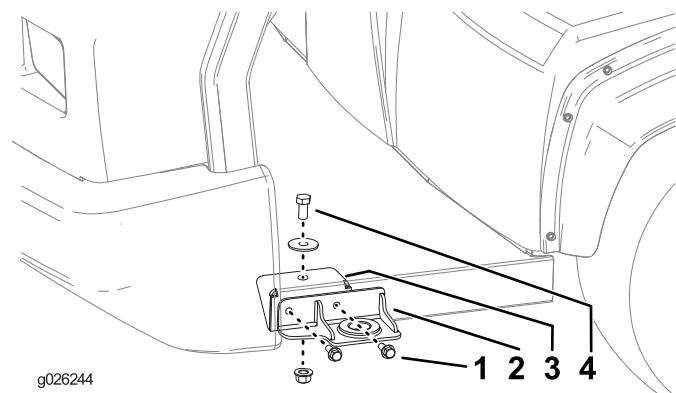

Bild 22
3. Befestigen Sie die vorderen Halterungen innen und außen mit zwei Schrauben (3/8"), zwei Muttern (3/8"), einer Schraube (1/2"), einer Scheibe und einer Mutter (1/2") an jeder Seite der Maschine, wie in Bild 22 abgebildet.